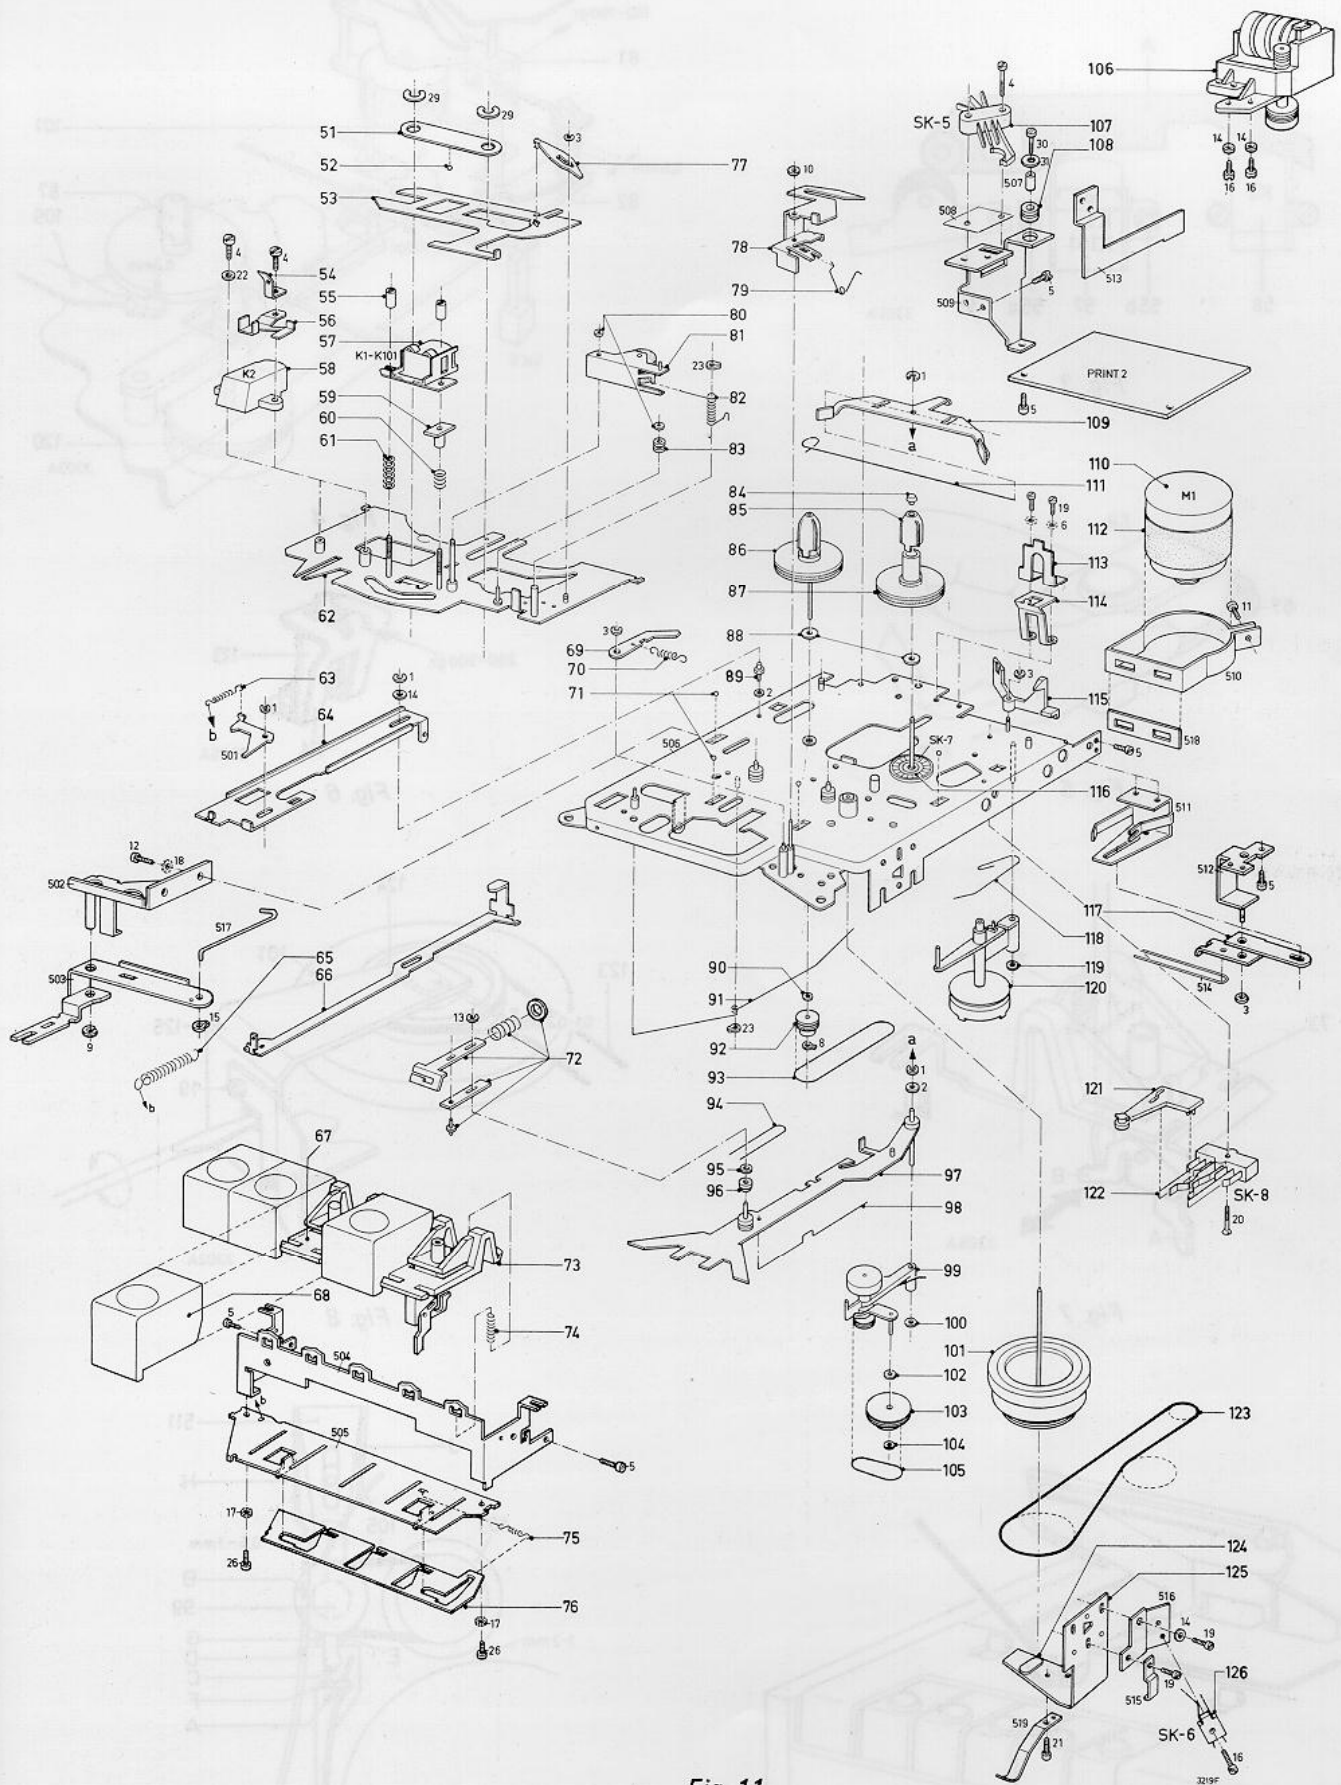

Fig. 11
C. Vliegwiel 101 en opspoelfrikkie 120 (fig. 11)
D. Druktoetsen 67 en 73 (fig. 11)
E. Vervangen van de rechterspoelschotel 87 (fig. 11)
F. Vervangen van de linkerspoelschotel 86 (fig. 11)
G. Vervangen van de collector SK7 (pos. 116, fig. 11)
LIJST VAN MECHANISCHE ONDERDELEN (fig. 11)